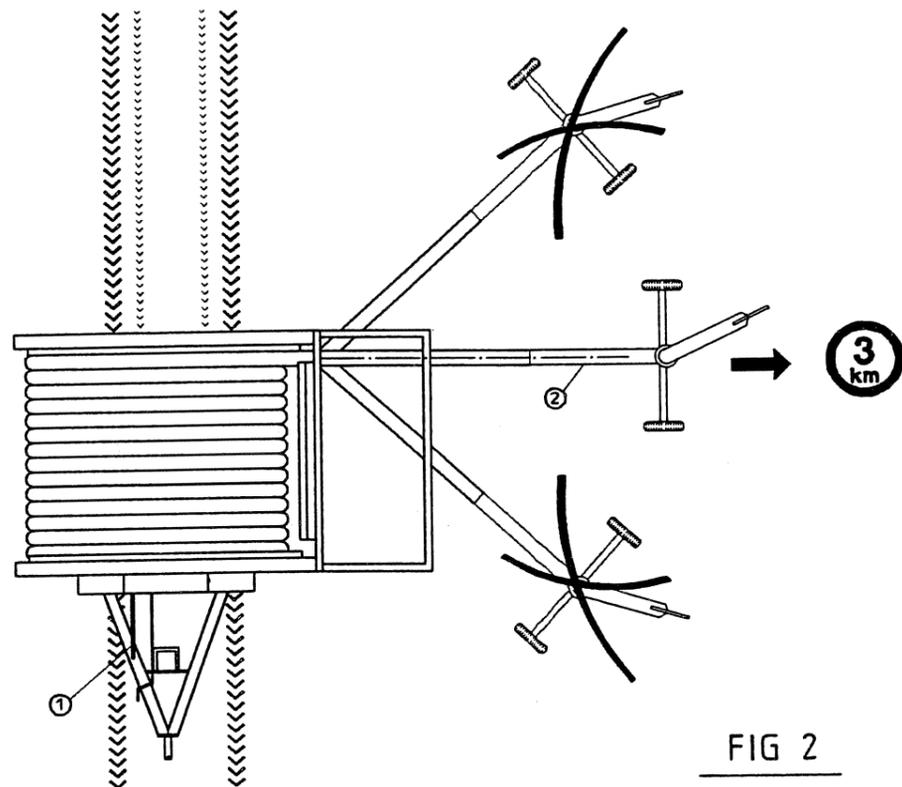

FIG 2
*1 Désengager le cliquet d'arrêt de la tourelle (fig 2, pos 1)
*3 Verrouiller le cliquet d'arrêt de la tourelle (fig 2, pos 1)
*6 Ouvrir la vanne d'arrêt située sous le chariot (Sur les types 3-4-5 TT2). (fig 2, pos 2)